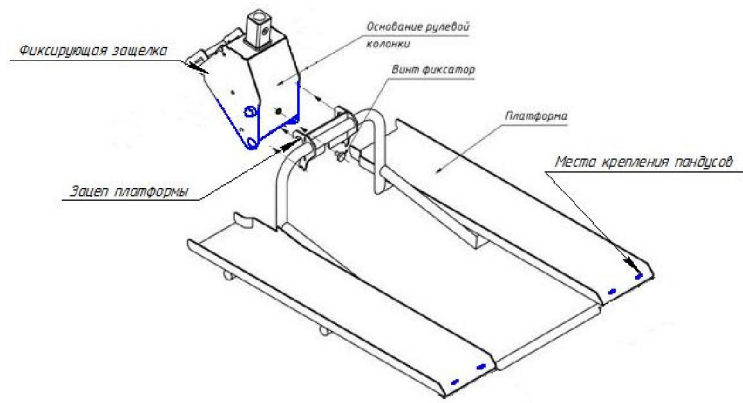

Рис.8. Монтаж платформы
С помощью зацепов платформы, установить платформу на основание рулевой колонки, после чего закрепить платформу к основанию рулевой колонки с помощью винта (Рис.8)
- с помощью зацепов платформы, установить платформу на основание рулевой колонки, после чего закрепить платформу к основанию рулевой колонки с помощью винта (Рис.8а)
- установить поочередно пандус в пазы платформы (Рис.8,8а)
- чехол закрепить с помощью липких лент на поперечине и ножках платформы (рис.8б).
Рис.8а. Монтаж платформы со съёмным пандусом
Рис.8б. Крепление чехла с пандусом к платформе